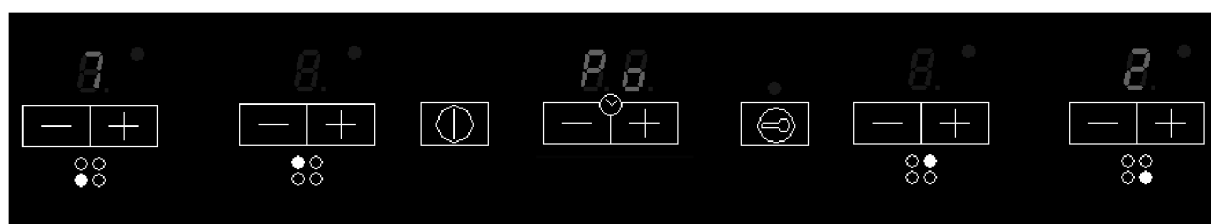

РИС. 18
- После выполнения этой операции раздастся звуковой сигнал и на дисплее нагревательного элемента отобразится текущий предел мощности (см. рис. 18).